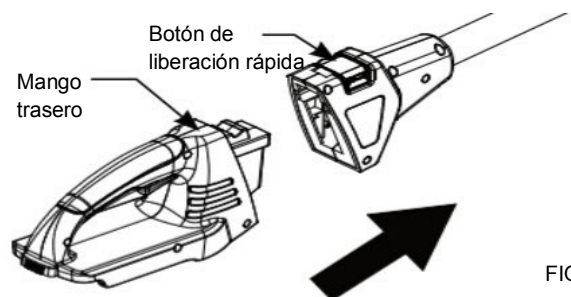

FIG. 8
3. Inserte el mango trasero en el extremo del mango telescópico. (Fig. 8) Presione el botón de liberación rápida. Cerciérese de que el botón de liberación encaje con firmeza para asegurar correctamente el mango.